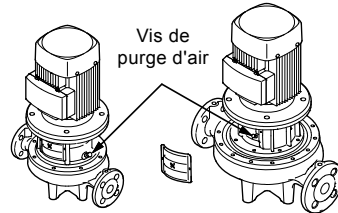

Fig. 15 Position de la vis de purge d'air
1. Fermer le robinet d'arrêt côté refoulement et desserrer la vis de purge d'air sur la lanterne-moteur. Voir la figure 15.
2. Desserrer la vis de purge d'air. Voir la figure 15.
3. Purger la pompe lors du démarrage en desserrant la vis de purge d'air sur la lanterne-moteur, jusqu'à ce qu'un petit filet d'eau s'écoule de l'orifice de purge. Voir la figure 15.